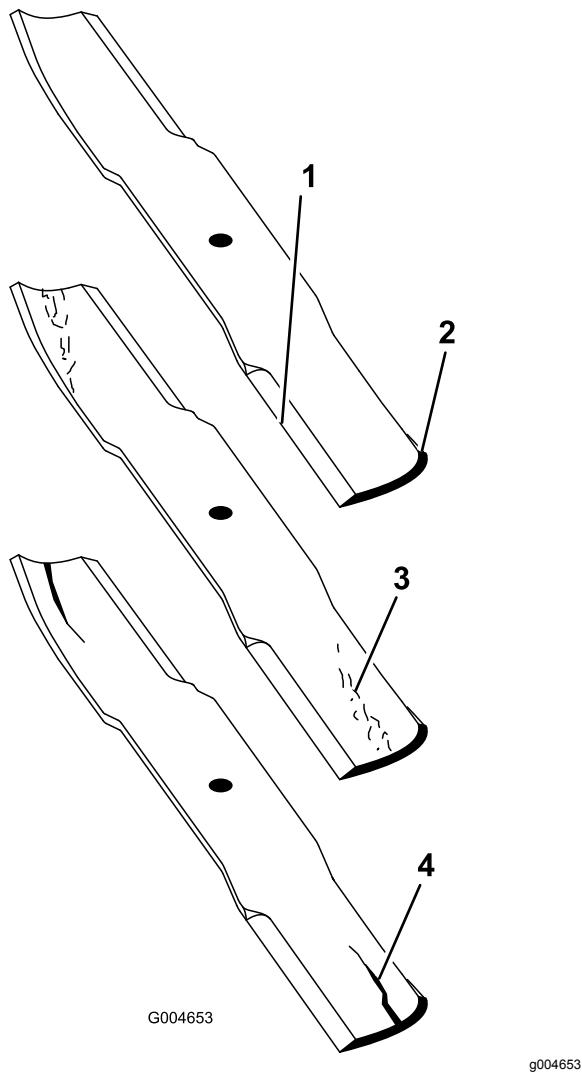

Bild 118
- Prüfen Sie die Schnittkanten des Messers sorgfältig, insbesondere dort, wo die geraden Flächen die gebogenen berühren (Bild 118).
Hinweis: Da Sand und anderes reibendes Material das Metall abschleifen kann, das die flachen mit den gebogenen Teilen verbindet, müssen Sie das Messer vor jedem Einsatz des Rasenmähers prüfen. Wenn Sie Abnutzungen (Bild 118) feststellen, sollten Sie das Messer auswechseln.